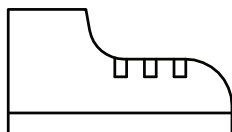

Figure 7
2. Brancher une pédale Greenlee sur la prise de pédale du Pull Connect. La prise est identifiée par cette figure (Fig. 7).